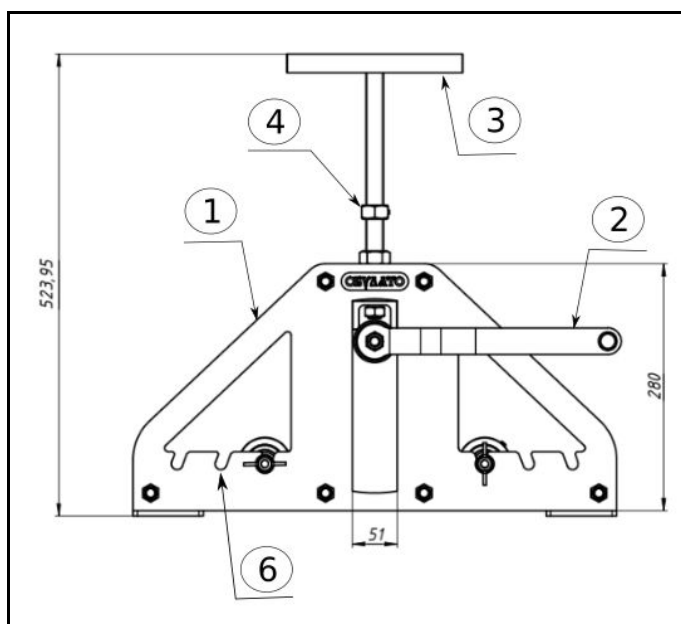

Рис. 1. Профилегип "Булат". Вид спереди
1. Перед первым использованием, смажьте литолом винт ручки подъема (№3 на Рис. 1) и щеки уголка по которому происходит перемещение прижимного вала.
3. Вращая ручку (№3 на Рис. 1, 2, 3) установите профилегиб в верхнее положение, позволяющие без усилий вставить на валы профильную трубу.
4. Установите профиль (пруток) на валы (№5 на Рис. 1, 2, 3, 4).